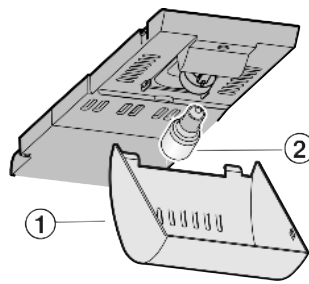

Fig. 11
- ▶ Saisir le recouvrement *Fig. 11 (1)* devant et le faire déclipser derrière.
- ▶ Remplacer l'ampoule *Fig. 11 (2)*.
- ▶ Remettre en place le recouvrement *Fig. 11 (1)*.